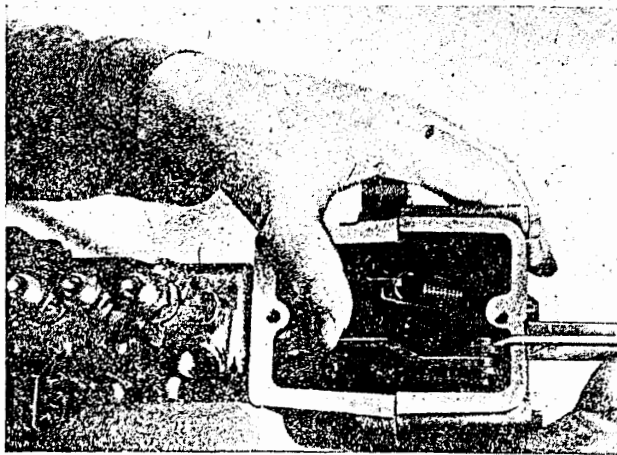

Bild M 174. Regelstange in Stoppstellung ziehen und ausmessen
- a) Regelstange in Stoppstellung ziehen und Maß feststellen (Bild M 174).